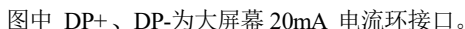

图 3-9 串行通讯和大屏幕显示器接口
2. 串行打印机接口采用通讯接口中的 RS-232 (1)，其各引脚的定义见图 3-9 中 RS-232 (1)，其中 Busy 为打印机忙信号线。
串行通讯接口（2）出厂设置为 RS232C，可自行设置为 RS422/485 接口。主板上跳线 JP4 按使用 RS232 还是 RS422/484 选择不同的位置。通讯口接线方法见（图 3-9），其中右边的 RxD、TxD 为 RS-232（2）接口；TXD0、TXD1、RXD0、RXD1 为 RS422/485 接口；使用时只能选择两者之一。如果需要接终端电阻和/或上、下拉电阻，可打开机壳，拉出主板，将主板上的跳线 JP3 相应短接即可。1-2 短接下拉电阻有效，3-4 短接终端电阻有效，5-6 短接上拉电阻有效。通讯距离较长，波特率较高时，应接入终端电阻和上下拉电阻，并采用专用的 RS485 或 RS422 电缆。如果采用 RS485 通讯模式，应将 TXD0 与 RXD0、TXD1 与 RXD1 端子分别短接，**参数【SET 1】6B 必须选择 2**，这时通讯口工作于命令应答方式，以防总线冲突。RS422/RS485 方式共模电压范围 $\leq \pm 7V$ 。TXD0、TXD1、RXD0、RXD1 的定义可参考 GB/T19582.2 第 14 页的内容。TXD0 相当于 TXD-，TXD1 相当于 TXD+，RXD0 相当于 RXD-，RXD1 相当于 RXD+。